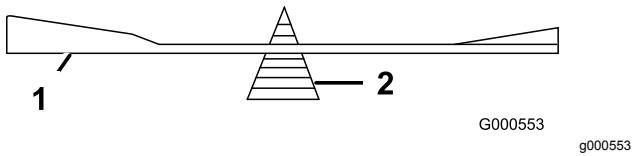

Figure 117
2. Vérifiez l'équilibre de la lame en la plaçant sur un équilibrEUR (Figure 117).